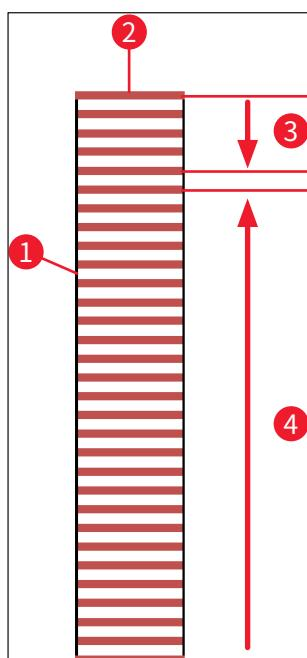

图 74
为了避免载玻片在处理过程中变干，前 5 个载玻片始终先进行盖片。然后玻片架向上移动，继续为其中的最后一个载玻片盖片（→ 图 74）。
- 已插入载玻片 (→图 74-2) 的玻片架 (→图 74-1) 示意图 (→图 74) 显示了处理顺序。